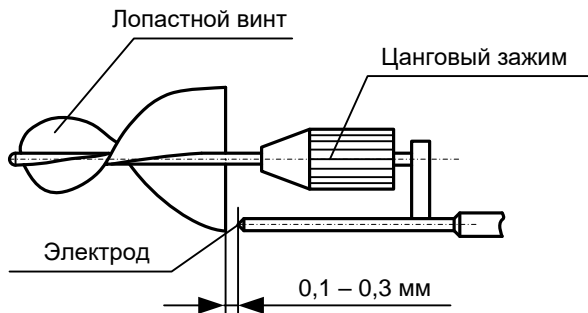

Рис.2. Установка лопастного винта в держателе
8.3. Установить в держателе лопастной винт так, чтобы он не соприкасался с электродом и зазор между торцами винта и полюсом электрода (рис.2) был в пределах 0,1 - 0,3 мм. Для проверки величины зазора использовать щуп или писчую бумагу.